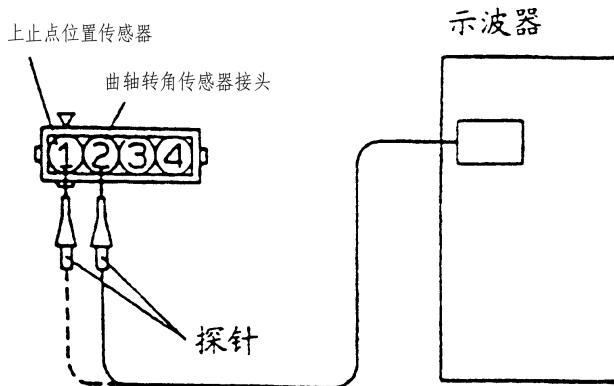
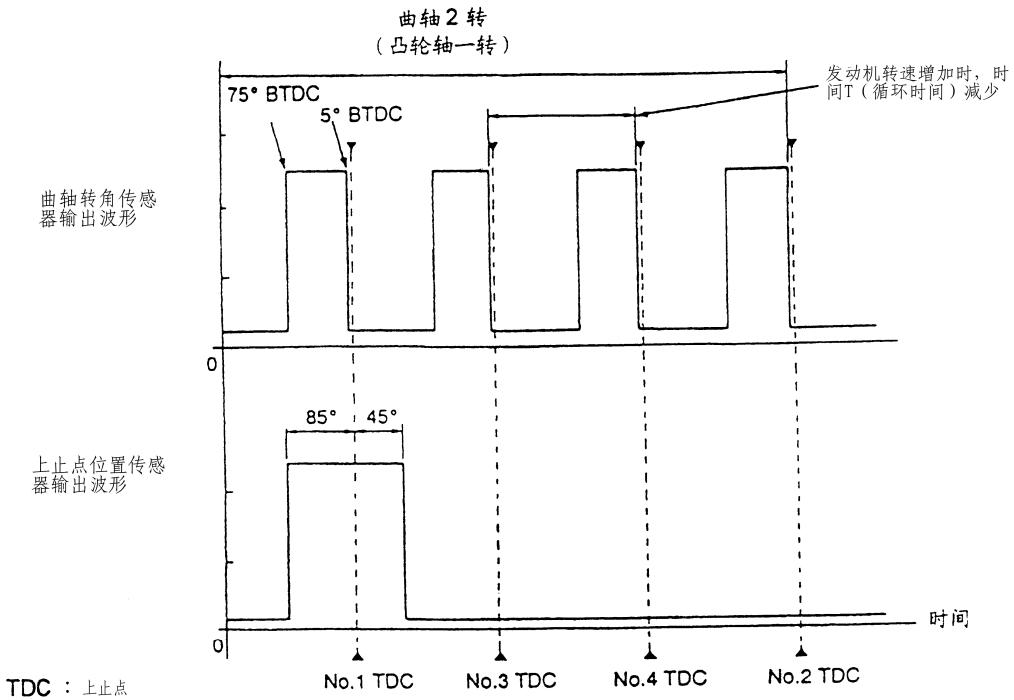

图 3-12 使用示波器检查波形
图 3-13 曲轴转角传感器与上止点位置传感器标准波形
(1) 拆下上止点位置传感器与曲轴转角传感器的接头，在两者之间连接专用工具（测试线：MB9981348），且所有端子都必须接上。
(2) 如图 3-12 所示，将示波器的探针接到分电盘接头的 1 号端子，检查上止点传感器信号波形。
(3) 如图 3-12 所示, 将示波器的探针接到分电盘接头的 2 号端子, 检查曲轴转角传感器信号波形。
(4) 不使用测试线时, 将示波器的探针接到 ECU 的 88 号端子(检查上止点位置传感器信号波形时), 或者将示波器的探针接到 ECU 的 89 号端子(检查曲轴转角传感器时信号波形)进行检查。
(5) 观察上止点位置传感器与曲轴转角传感器标准波形所需条件与 AFS 的观察条件相同, 可以参考。
(6) 在示波器中, 观察到的曲轴转角传感器、上止点位置传感器的输出标准波形见图 3-13 所示。